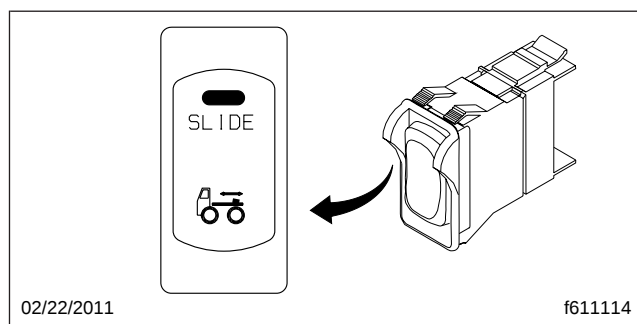

Fig. 17.14, Interrupteur de glissière pneumatique
La glissière peut être commandée à l'aide d'un interrupteur de glissière pneumatique sur le tableau de bord, qui actionne un vérin pneumatique qui verrouille et déverrouille la glissière. Voir la figure 17.14.
1. Réglez l'interrupteur de glissière pneumatique sur SLIDE (coulisser) Voir la figure 17.14.